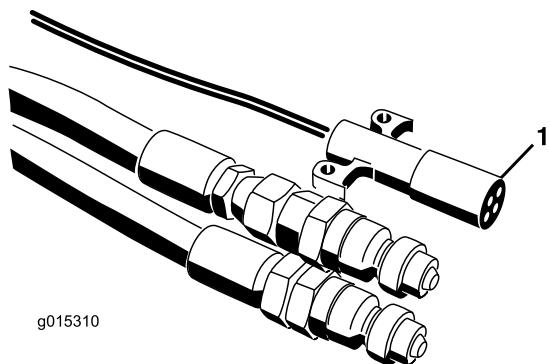
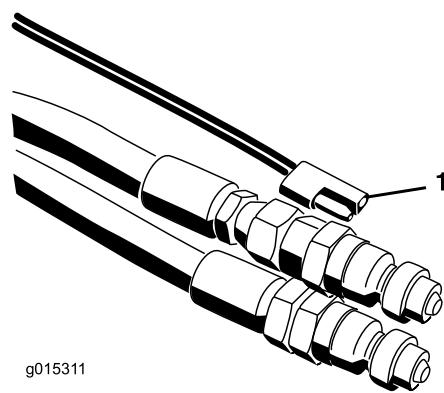

Figure 18
Figure 19
7. Connectez le faisceau de câblage au véhicule tracteur (Figure 18 & Figure 19). Sur les modèles SH, placez le boîtier de commande à portée du siège du conducteur. Vérifiez que l'interrupteur est tourné sur arrêt.